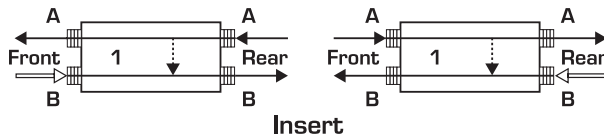

Fig. 1.2: Configurazione insert (modalità 1)
La fig. 1.2 illustra come cablare i canali d'incisione („Inserts“). Supponiamo che abbiate collegato un segnale con la presa superiore posteriore (A). Questo segnale viene ora inoltrato al lato frontale tramite la presa (A) e al lato posteriore mediante la presa (B). Solo quando la presa inferiore anteriore (B) verrà usata, il path abbozzato si dividerà in modo tale, da consentire alle due spine jack superiori ed inferiori di ottenere un contatto. Questa modalità operativa viene denominata "Input Break". Essa funziona anche al contrario (vedi fig. 1.2). In questo caso però il flusso di segnali viene separato, non appena la presa (B) sul lato posteriore si trova occupata. Il modo 1 si adatta per es. per collegare i master inserts del vostro banco di missaggio alle entrate e uscite del compressore. Anche gli insert del canale possono essere collegati alle entrate e alle uscite del vostro equalizzatore.